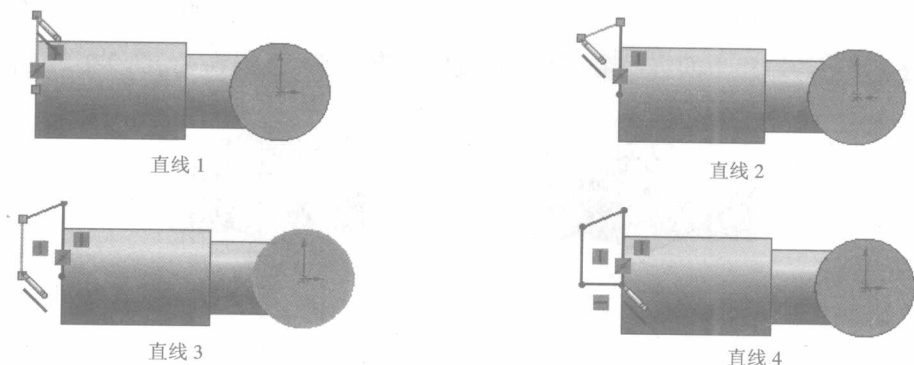

图 2-1-16
② 单击草图绘制栏内的直线图标 ，分别绘制直线 1、直线 2、直线 3、直线 4，如图 2-1-16 所示。